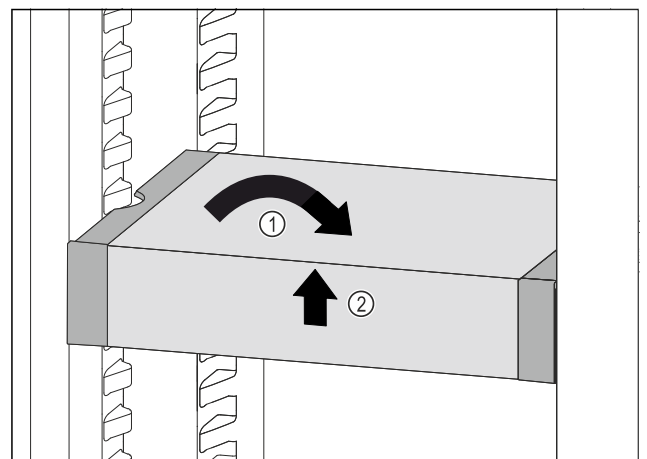

Fig. 85
- VarioSafe gerade stellen. *Fig. 85 (1)*
- VarioSafe vorne anheben. *Fig. 85 (2)*